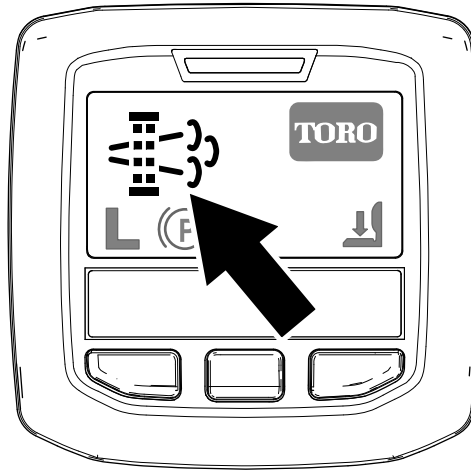

Figura 28
- Nell'InfoCenter viene visualizzata l'icona di richiesta rigenerazione parcheggiata (Figura 28).